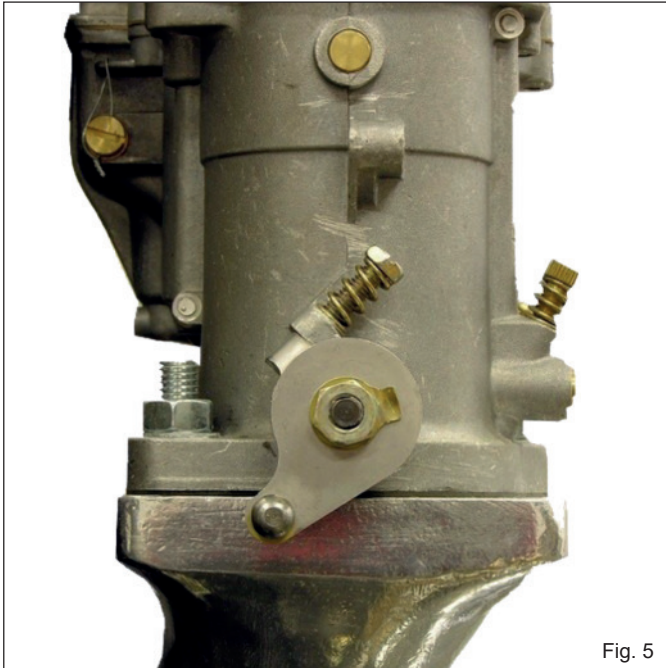

Fig. 5
- Setzen Sie die Drosselklappenhebel vorne (in Fahrtrichtung) so auf, dass Sie in einem Winkel von 45° nach unten und zur Motormitte zeigen. (Fig.5)